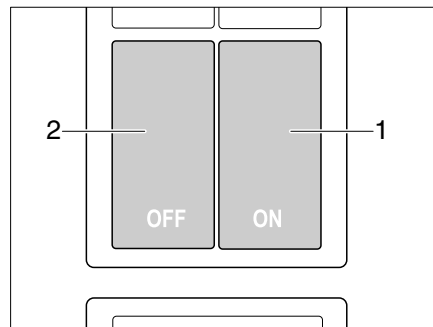

Fig. 16 Interrupteur de verrouillage central de la cuisine intégrée
La cuisine intégrée est équipée d'un verrouillage central. Les portillons et tiroirs du bloc cuisine peuvent être verrouillés et déverrouillés manuellement avec l'interrupteur (Fig. 16).
- Appuyer sur l'interrupteur (Fig. 16,2). Les portillons et les tiroirs du bloc cuisine sont verrouillés.
- Appuyer sur l'interrupteur (Fig. 16,1). Les portillons et les tiroirs du bloc cuisine sont déverrouillés.